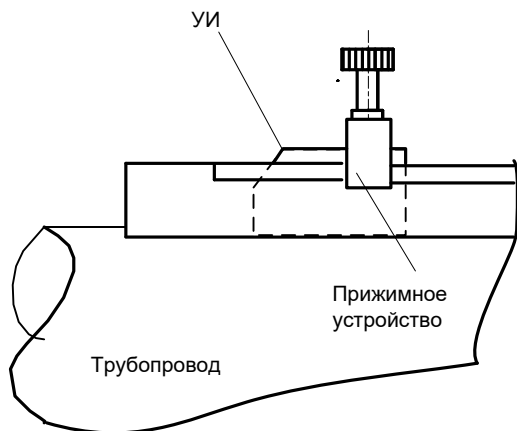

рис. 2
11.3.3. На рабочую поверхность излучателя УИ1(+V) нанести слой смазки толщиной 0,5÷1,5 мм и вставить его в установочный профиль, при этом стрелка на излучателе должна совпадать с направлением движения потока жидкости и излучатель УИ1(+V) должен быть выше по течению, чем излучатель УИ2(-V). Излучатель плотно прижать рукой к предварительно зачищенной поверхности трубопровода и немного подвигать вперед-назад, чтобы раздавить слой смазки. Затем излучатель прижать к поверхности трубопровода прижимным устройством (см. рис. 2) так, чтобы верхний скос крышки был напротив риски на трубе.